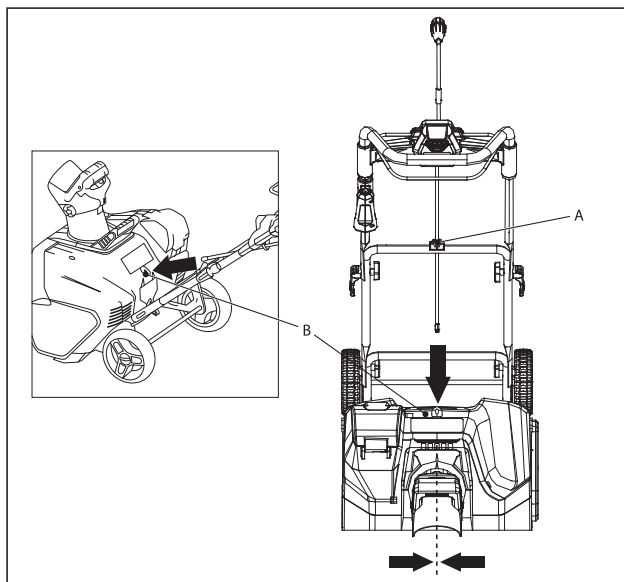

рис. 7.
3. Собранный таким способом ручку вставьте в специальный держатель в нижней части рукоятки (рис. 7).
4. Вставьте конец ручки в специальное отверстие для соединения с желобом: ручка должна быть расположена прямо, а ее захват обращен вверх (рис. 7).